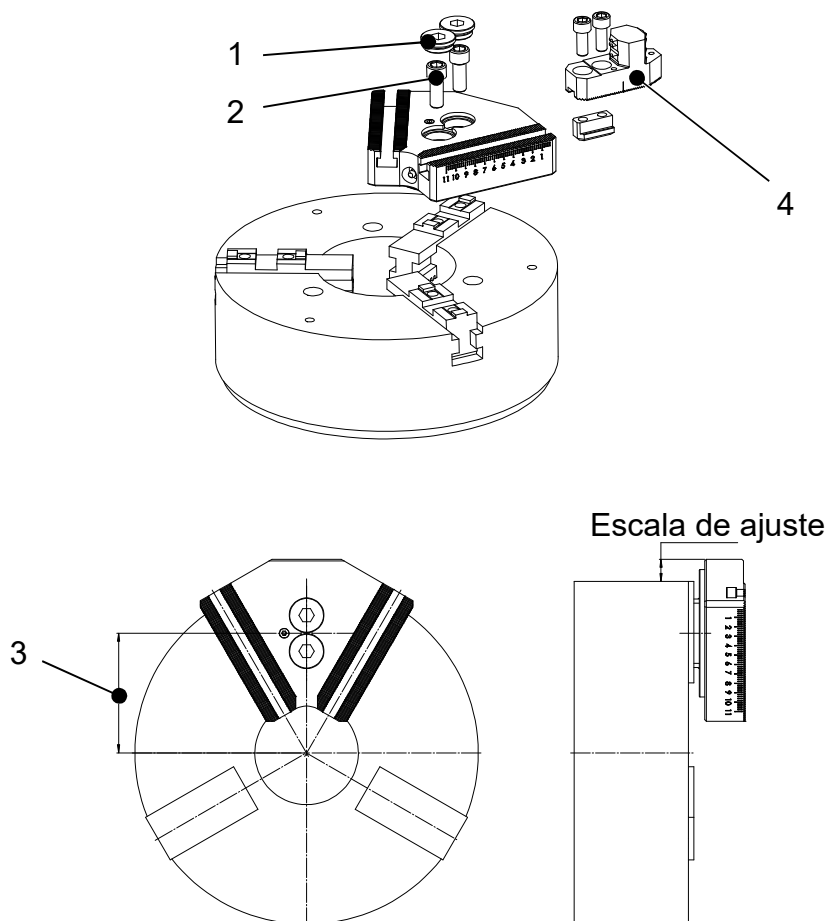

Fig. 3-2: Montaje de los puentes oscilantes INOZet® (ejemplo con cruz de desplazamiento)
- Paso 3** Afloje y retire los tapones roscados (1, Fig. 3-2) y acerque el primer puente oscilante limpio al mandril de sujeción de la máquina lentamente y con cuidado, con ayuda del equipo elevador si fuera preciso.
**Paso 4** Para garantizar que se alcanza la posición de sujeción idónea (3, Fig. 3-2), tenga en cuenta sin falta la "Indicación sobre el montaje de INOZet®" específica del mandril (que se incluye en una hoja aparte del volumen de suministro).
**Paso 5** Enrosque los tornillos de fijación (2, Fig. 3-2) con la clase de resistencia 12.9 incluidos en el volumen de suministro y apriételes de forma alterna.
**Paso 8** Monte las mordazas de sujeción (4, Fig. 3-2) en los puentes oscilantes con ayuda de los tacos de corredera. Para garantizar que el ajuste sea correcto, use como ayuda la escala grabada en los puentes oscilantes y la marca de las mordazas de sujeción.